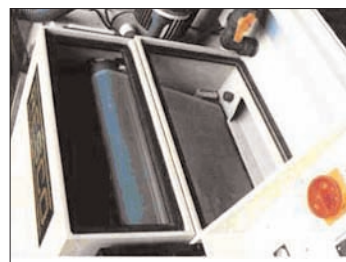

Рис.5. Закрытый ленточный фильтр
- **автоматический сборщик пленки фоторезиста (рис.5).** Он используется в машинах с высокой и очень высокой производительностью (ADF Stripper 30, ADF Stripper 50). В таком закрытом фильтре пленка фоторезиста собирается на медленно вращающемся ленточном конвейере из синтетического материала, отделяется от фильтровального полотна струями воздуха или жидкости, а затем поступает в большой сетчатый фильтр, размещенный вне машины.